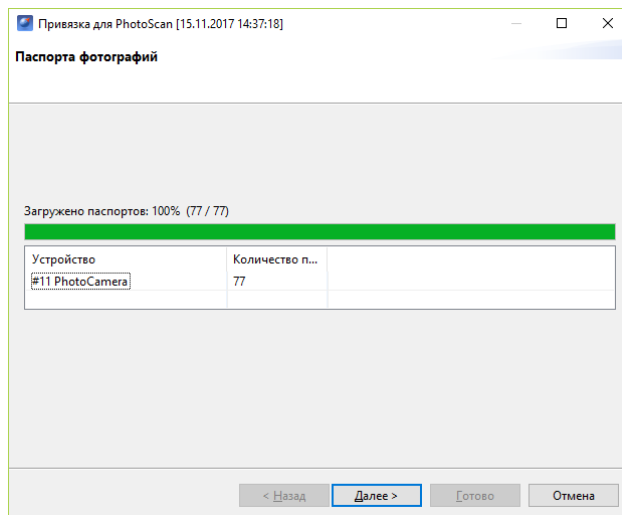

Рис. 124: Выбор паспортов фотографий
2. В появившемся окне с выбором паспортов фотографий нажмите кнопку **Далее** (рис. 124).